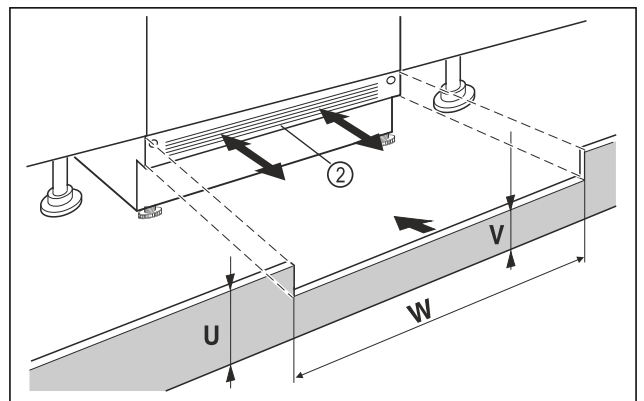

Fig. 39 Przykładowa prezentacja
- ▶ Założyć listwę maskującą cokół urządzenia Fig. 39 (2), ale jeszcze nie mocować.
- ▶ Przy widocznej listwie maskującej cokół Fig. 39 (2) pociągnąć ją przodu, tak by przednia krawędź kratki wentylacyjnej oraz listwy maskującej cokół tworzyły jedną płaszczyznę.
- ▶ Przy zakrytej listwie maskującej cokół Fig. 39 (2), przesunąć listwę całkowicie do tyłu.
- ▶ Zwrócić uwagę na to, by kratki wentylacyjne były odstępnięte: W razie potrzeby wysokość listwy maskującej cokół Fig. 39 (U) można dopasować!
- ▶ Na całej szerokości wnętrza Fig. 39 (W) należy dopasować wysokość podstawy Fig. 39 (V) pod listwą maskującą cokół urządzenia Fig. 39 (2).